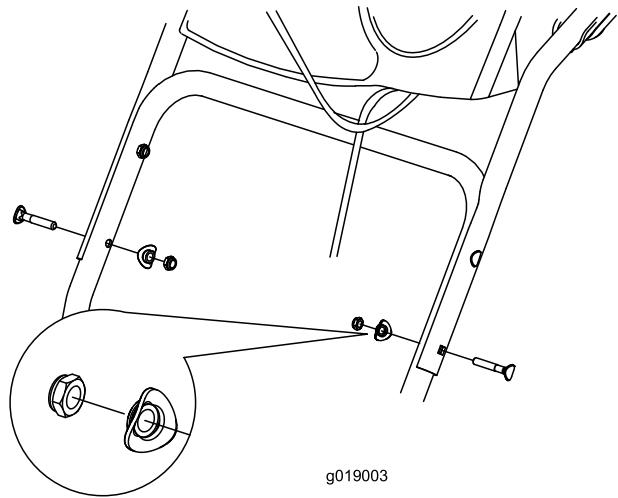

Figure 4
1. Soulevez et faites pivoter la partie supérieure du guidon pour la placer au-dessus de la partie inférieure (Figure 4).
2. Placez les 2 boulons de guidon, 2 rondelles bombées et 2 contre-écrous dans les trous de la partie inférieure du guidon (Figure 4).